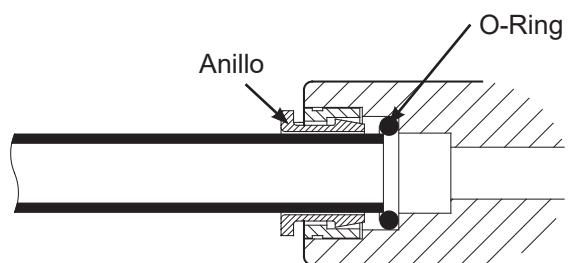
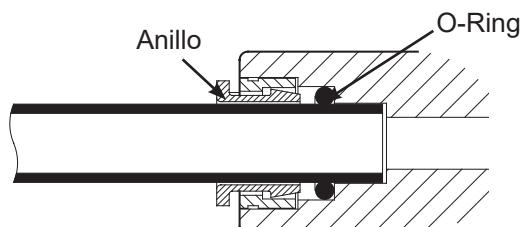
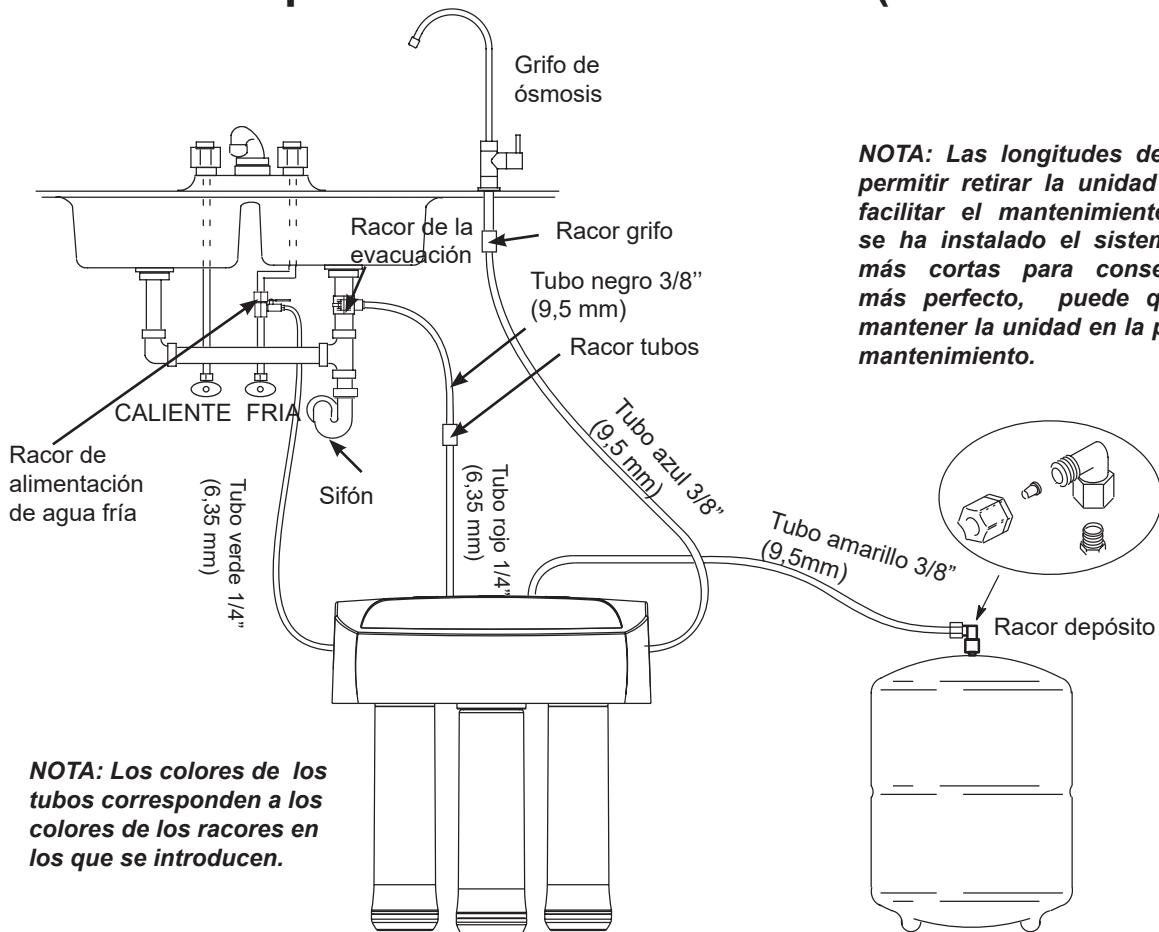

FIG. 16
FIG. 17
FIG. 20
1. Introducir el tubo en el racor hasta que penetre en la junta tórica. Seguir presionando hasta que el extremo del tubo se apoye contra el extremo del racor. Cf Fig. 17. El error corriente consiste en dejar de presionar cuando el tubo penetra en la junta tórica. Cuando el tubo de 1/4" (6,35 mm) esté introducido completamente, debe haber penetrado 1,7 cm en el interior del racor. Cuando el tubo de 3/8" (9,5 mm) esté completamente introducido, debe haber penetrado 1,9 cm en el interior del racor. Es posible marcar estas longitudes con ayuda de cinta adhesiva o de un rotulador. Cf Fig. 16 & 17.
- Dirigir uno de los extremos del tubo verde hacia el racor de alimentación de agua fría. Cf Fig. 20.
- Introducir correctamente el tubo en el anillo. Cf Fig. 16 y 17.
- Dirigir uno de los extremos del tubo azul hacia el racor del grifo de ósmosis inversa. Cf Fig. 20.
- Introducirlo profundamente en el racor del grifo. Es un racor rápido. Cf Fig. 16 y 17.
- Dirigir el otro extremo del tubo rojo hacia un punto entre el racor del desagüe y la unidad de ósmosis inversa. Cf Fig. 20.
- Introducirlo profundamente en el racor rápido con el diámetro apropiado (1/4") denominado «Racor tubos» (Fig. 20). Cf Fig 16 y 17.
- Cortar uno de los extremos del tubo en ángulo recto e introducirlo en la parte 3/8" del racor tubos. Cf Fig 16 y 17.
- Dirigir el otro extremo del tubo negro hacia el racor del desagüe (Fig. 20). Cortar el tubo de forma que se conecte de la manera más recta y directa posible al racor del desagüe, sin bucles, inclinaciones o rizos.
- Conectarlo al racor de la evacuación. Figs 16 & 17.
- Dirigir el otro extremo del tubo amarillo hacia el racor situado en el depósito de almacenamiento. Cf Fig. 20.